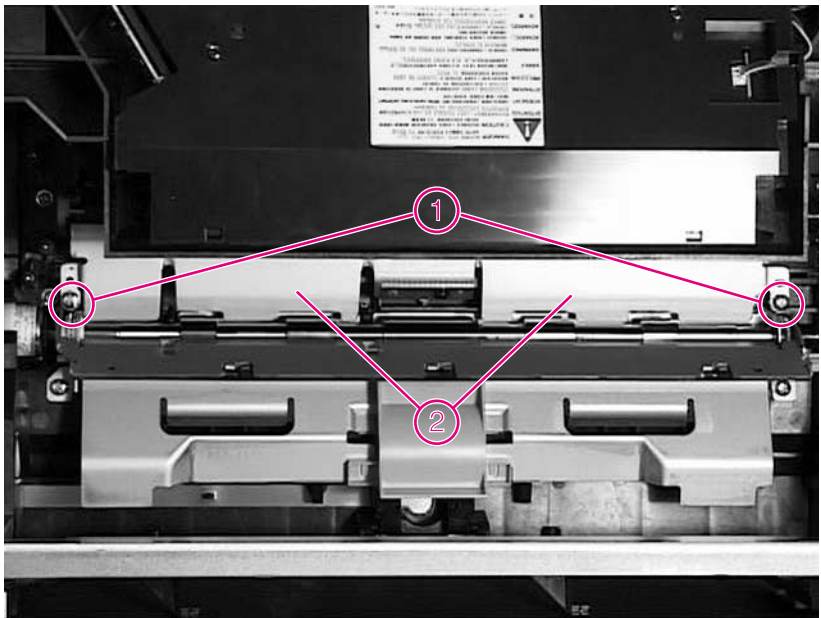

Figura 2 Extracción de la placa de metal
- 1 Colóquese frente a la impresora, abra la cubierta superior y levante la pequeña asa verde situada en la parte derecha del conjunto de registro, situando la placa de metal que la soporta contra el rodillo de transferencia (Figura 2, elemento 2).